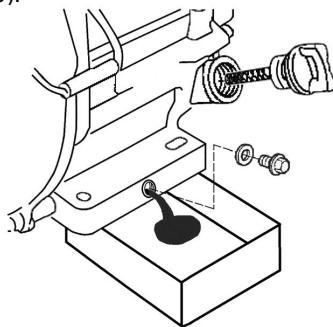

Рис. 20 Замена масла в двигателе
3. Открутите пробку для слива масла и сплейте отработанное масло в подготовленную для этого емкость (Рис. 20).